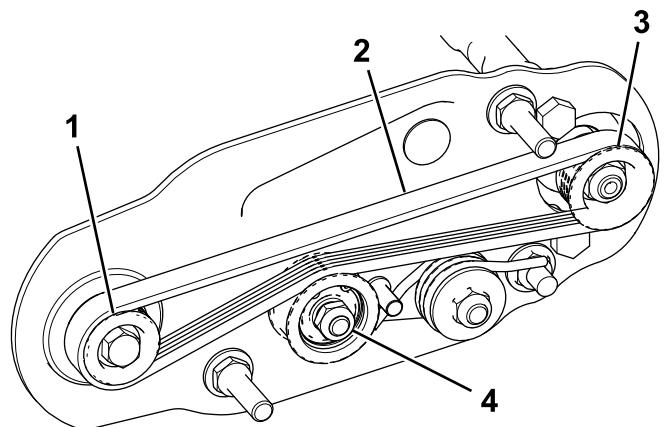

図 24
- 駆動プーリにベルトを掛け、次に、アイドラプーリの上部に掛ける図 24。
- 受動プーリからベルトを掛け始める図 24。